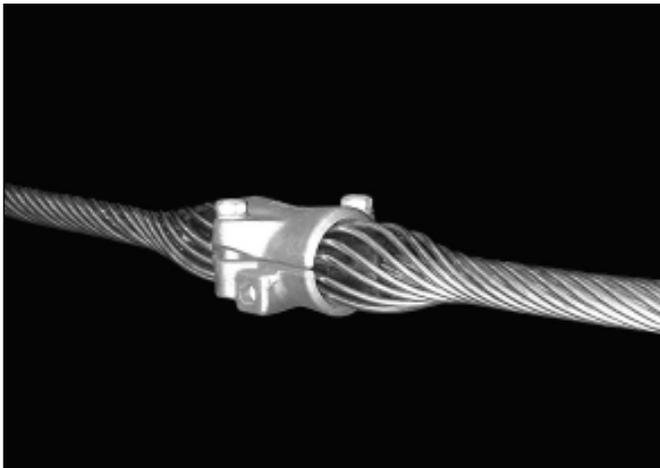

FIGURA 8
3.2. Grapa de Soporto Armado - AGS® aplicada (Figura 8).